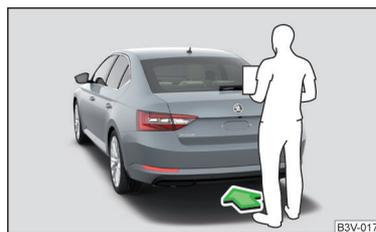

Fig. 47
- Tournez rapidement un pied sous le pare-chocs arrière au niveau du capteur dans le sens de la flèche » fig. 47.